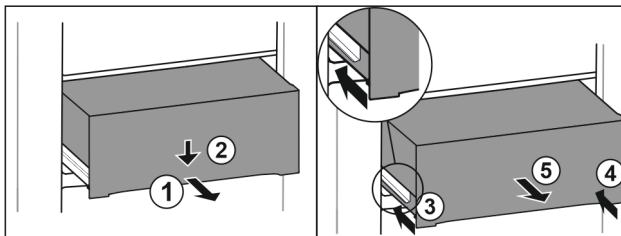

Fig. 153
- ▶ Schubfach halb herausziehen. Fig. 153 (1)
- ▶ Schubfach an der Vorderseite nach unten drücken. Fig. 153 (2)
- ▶ Linke Schiene etwa 2 cm einschieben. Fig. 153 (3)
- ▶ Rechte Schiene etwa 2 cm einschieben. Fig. 153 (4)
- ▶ Schubfach nach vorne entnehmen. Fig. 153 (5)